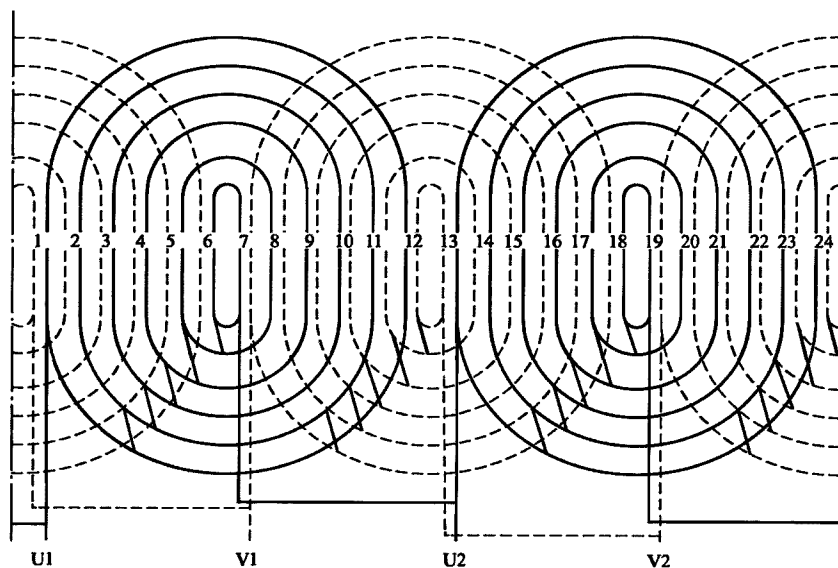

图 4-6 单相 2 极 24 槽正弦绕组 2 路接法展开图 (1)
6. 单相 2 极 24 槽正弦绕组 2 路接法展开图 (1) (见图 4-6)